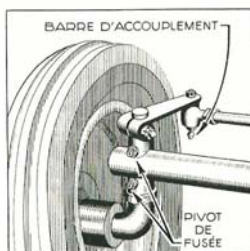

Fig. 6
- Graissez sous pression les 4 graisseurs pivot de fusée (Fig. 6).
- Les deux graisseurs de la barre d'accouplement (Fig. 6 et 9) ;